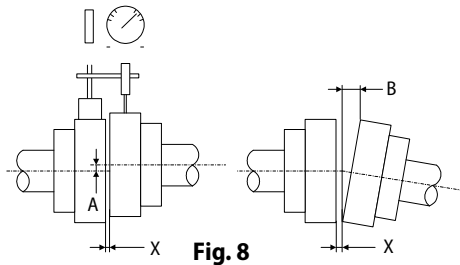

Fig. 8
(1) Acoplamiento
- Las dimensiones (A, B y X) ilustradas en la Fig. 8 deben cumplir con las tolerancias indicadas en la Tabla 17.